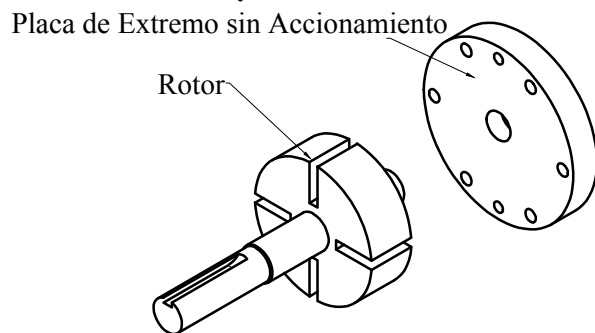

Fig. 7
6. Extraiga el rotor y retire la placa de extremo sin accionamiento. Consulte la fig. 7.